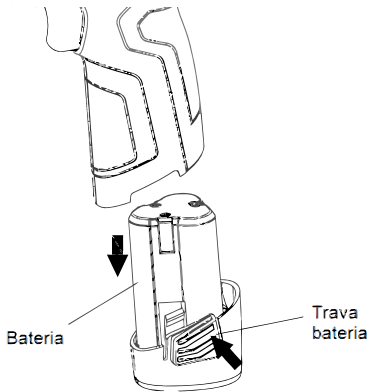
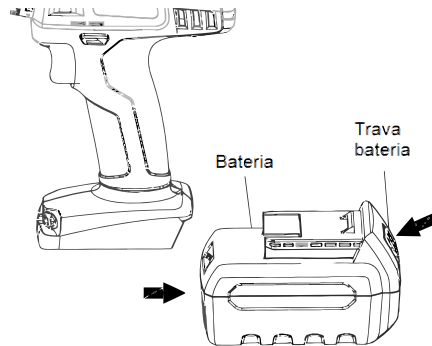

Fig. 4 – Retirando a bateria PFV108
Fig. 5 – Retirando a bateria PFV144 e PFV180
2. Para retirar a bateria pressione a trava e em seguida puxe a bateria conforme mostram as Fig. 4 e Fig. 5;